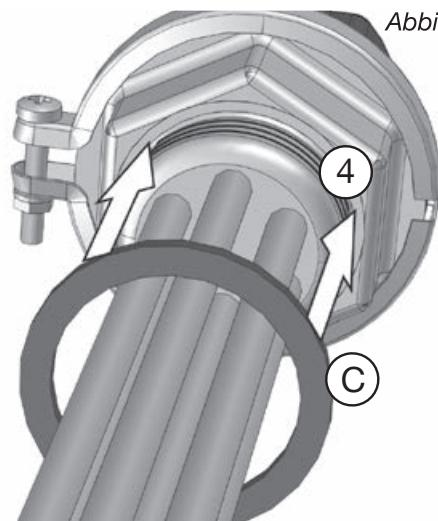

Abbildung 8
4. Schrauben Sie die Kappe der Speicher-Anschlussmuffe (B) ab.
5. Dichten Sie die Montageverlängerung (A) (Art-Nr. 1383592) in die Anschlussmuffe (B) des Speichers ein.
6. Verschrauben sie die Montageverlängerung (A) mit der Anschlussmuffe (B) des Speichers.
7. Stülpen Sie den mitgelieferten Dichtring (C) auf das Gehäuse (4) des Heizkörpers (Abbildung 8).